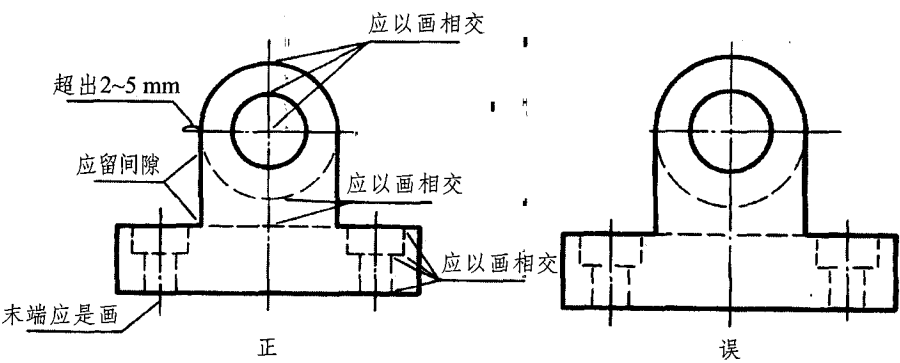

图 1-21
- (3)图线相交时,都应以画相交,而不应该是点或间隔,如图 1-21 所示。
(4)当虚线与其它图线共线时,中间应留有间隔,如图 1-21 所示。
(5)点画线之间是“短画”,不是点。实际绘图时,“短画”不能出现在首末端,且点画线的两端应超出轮廓线 2~5 mm,如图 1-21 所示。
(6)画圆的中心线时,圆心应是画的交点,如图 1-21 所示。当圆的直径小于 12 mm 时,允许用细实线代替点画线。